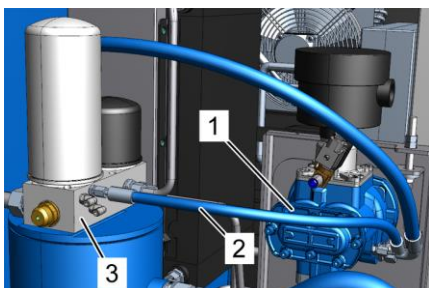

Рис. 51: Обратный трубопровод
Отсоедините обратный трубопровод (Рис. 51/2) на корпусе сепаратора (Рис. 51/3) и ступени компрессора (Рис. 51/1).
6. Очистите обратный трубопровод (Рис. 51/2) и сопло, при необходимости замените их оригинальными запчастями (☞ Приложение D «Список запчастей» на странице 158).
7. Снова установите сопло и обратный трубопровод (Рис. 51/2) на место и затяните резьбовые соединения (☞ Приложение B «Моменты затяжки винтов» на странице 153).